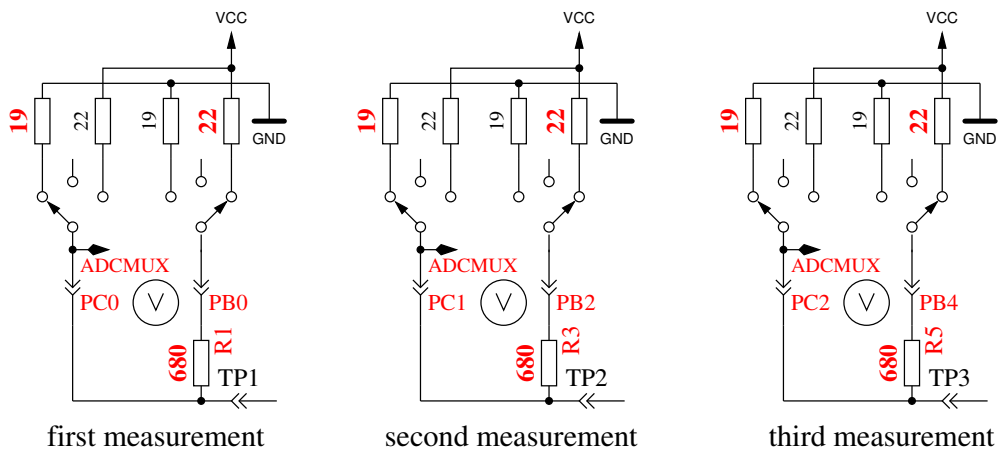

Abbildung 5.29: Messung des Innenwiderstandes von auf GND geschalteten Port C Ausgängen.
5. Dieser Schritt testet die **Fähigkeit von mit GND (-) verbundenen 470kΩ Widerständen (H) die Testpins auf GND zu ziehen**. Zeile 1 zeigt den Text „RH-“. Zeile 2 sollte für alle drei Pinne Null mV anzeigen.
6. Dieser Schritt testet die **Fähigkeit von mit VCC (+) verbundenen 470kΩ Widerständen (H) die Testpins auf VCC zu ziehen**. Zeile 1 zeigt den Text „RH+“. Der bestmögliche mV Wert für die drei Messungen wäre 5001 in Zeile 2. Große Abweichungen vom Idealwert für Schritt 5 und 6 sind Fehler wie Isolations Problem, Flußmittelreste oder beschädigter Port.
7. **Messung des Innenwiderstandes eines auf GND geschalteten Ausganges.** Der Text in der ersten Zeile des LCD ist „Ri.Lo = (mV)“. In der zweiten Zeile des LCDs werden drei Spannungswerte angezeigt. Die internen Port C Widerstände von auf GND (-) geschalteten Ausgängen werden mit dem Strom der nach VCC (+) geschalteten 680Ω Widerstände gemessen, siehe Abbildung 5.29. Es werden nur die drei Pinne des ADC Ports vermessen, die Widerstands-Ports PB0, PB2 und PB4 können nicht ohne Veränderung der Hardware gemessen werden. Es wird angenommen, daß die Port Widerstände von unterschiedlichen Ports nahezu identisch sind. Um die Widerstandswerte zu erhalten, müssen die angezeigten mV Werte durch ungefähr 7 geteilt werden (siehe Schritt 8).